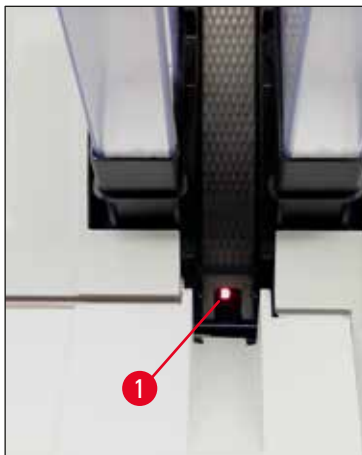

Fig. 49
- Laddningsstation (→ "Fig. 49")